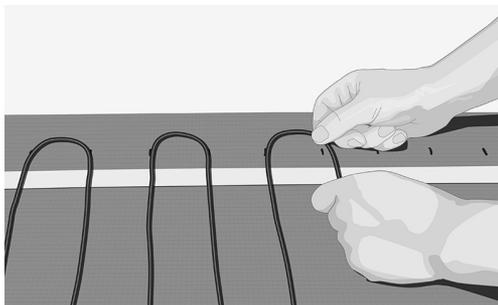

Fig. 11. Disposer le câble selon le marquage CC
9. Disposer le câble chauffant et le fixer à intervalles réguliers (Fig. 11).